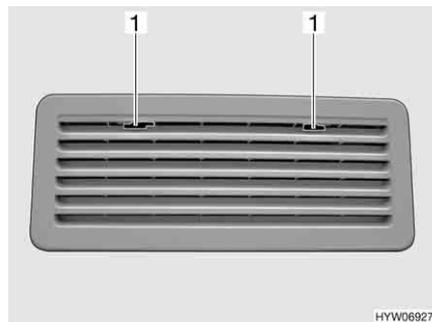

Fig. 168 Rejilla de ventilación del frigorífico (Thetford)
- Deslizar el bloqueo (Fig. 168,1) hacia el centro.